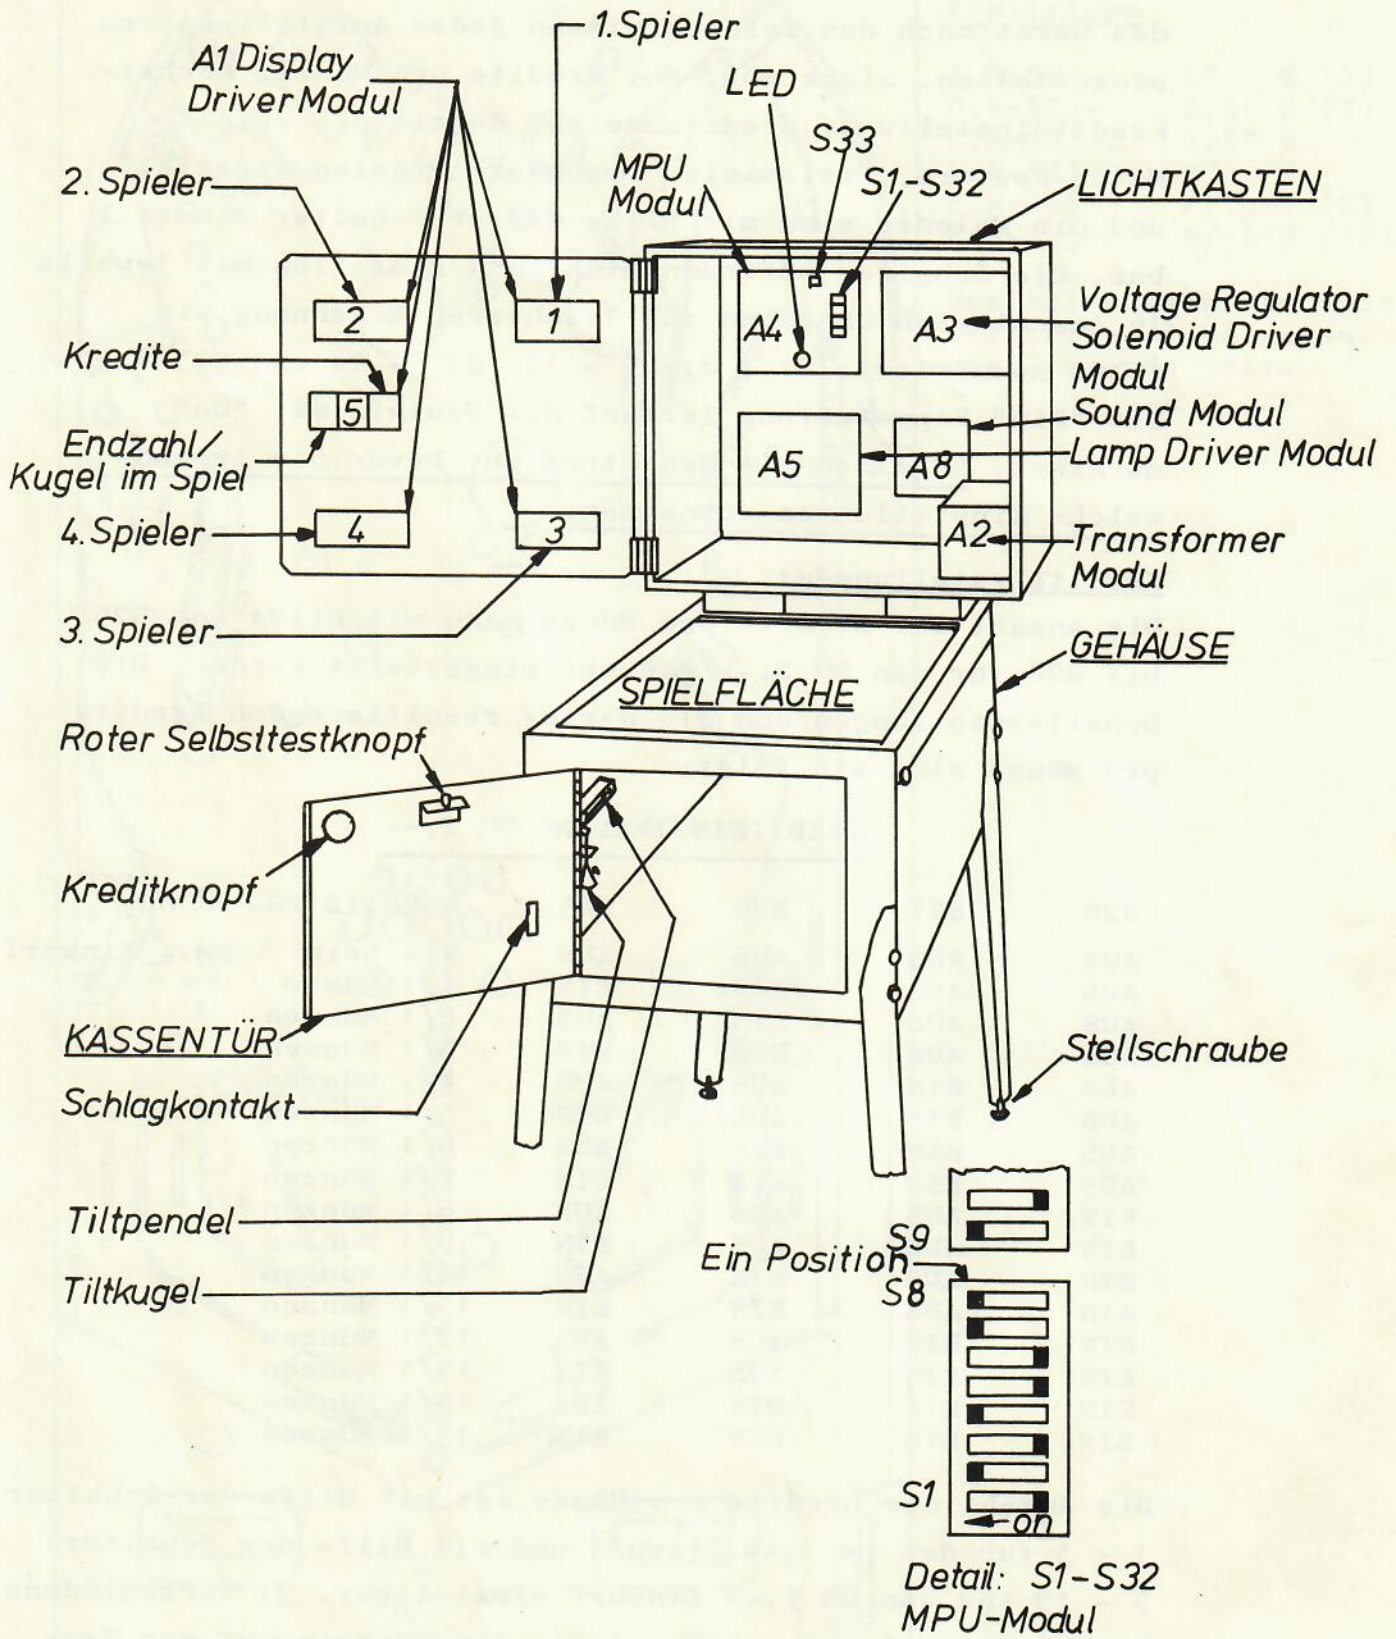

Abb. 2 Modullageplan
* Kann durch Betätigen des Schalters S33 auf dem MPU-Modul auf "00" zurückgestellt werden. Siehe Abb. 2
Das Gerät zeigt die erste Buchführungsspeicherung an, wenn der rote Selbsttestknopf (siehe Abb. 2) an der Innenseite der Kassentür 9 mal gedrückt wird. Drücken Sie den Selbsttestknopf in Sekundenabständen. Die Zahl 05 erscheint in der Match/Ball in Play-Anzeige. Die gespeicherten Kredite erscheinen auf den Ergebnisanzeigen. Jedes zusätzliche Drücken des Knopfes bewirkt, daß die nächste Speicherung angezeigt wird.
Nachdem die Daten jeder Buchführungsangabe notiert wurden, können diese durch Drücken des Schalters S33 auf dem MPU-Modul A4 im Lichtkasten auf Null zurückgestellt werden (siehe Abb. 2). Jede einzelne oder alle Buchführungsangaben können durch abwechselndes Drücken des Selbsttestknopfes und des Schalters auf dem MPU-Modul gelöscht werden. Der Aufsteller hat die Möglichkeit, diese Bequemlichkeit ganz nach seinen Wünschen zu benutzen oder auch nicht.
Jedes Gerät besitzt 32 Schalter, die sich auf dem MPU-Modul A⁴ im Lichtkasten befinden, und die es ermöglichen, das Gerät nach den Erfordernissen jedes Aufstellplatzes einzustellen. Siehe Abb. 2 . Kredite pro Münze, Höchstkrediteinstellung, Kreditanzeige, Kugeln pro Spiel, Match Feature, Freispiele, besondere Prämien (Special) und die Melodie sind mit Hilfe dieser Schalter einstellbar. Die Schalter befinden sich in 4 Bauteilen mit jeweils 16 Anschlüssen und sind zur leichteren Erkennung wie folgt nummeriert: S1 - 8, S9 - 16, S17 - 24 und S25 - 32. Die "Ein" Kippstellung ist auf dem Bauteil mit "On" markiert. Schalten Sie den Strom ab, bevor Sie irgendwelche Einstellungen vornehmen.